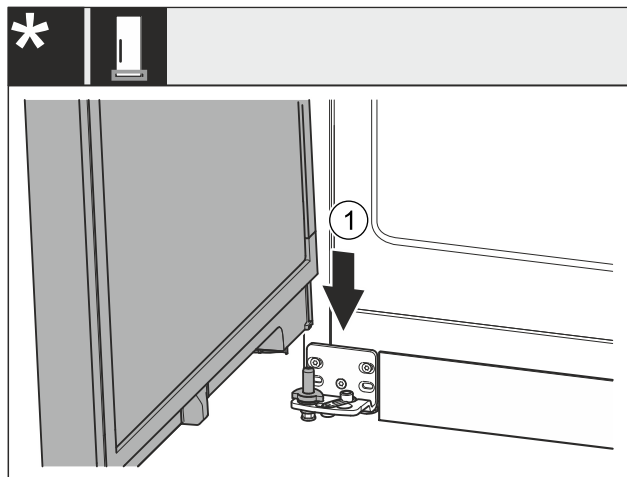

Fig. 43 \*
- ▶ Założyć drzwi od góry na dolny trzpień zawiasu Fig. 43 (1)\*